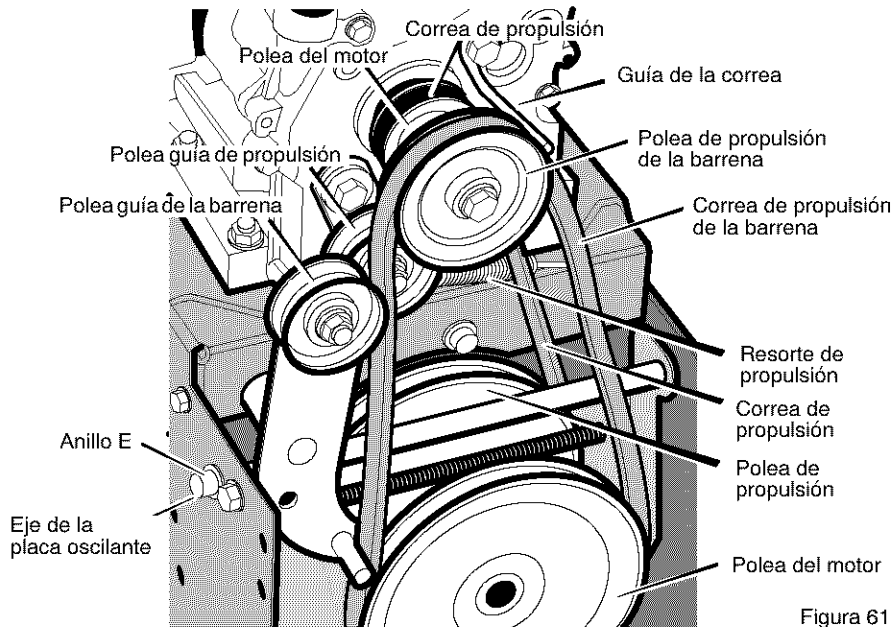

Figura 61
3. Afloje la tuerca de la polea guía de la barrena y mueva esta última hacia la correa un octavo de pulgada aproximadamente (3 mm) (Figura 61).
5. Afloje la guía de la correa. Separe la guía de la polea de propulsión de la barrena (Figura 61).
3. Quite el **anillo e** de uno de los extremos del **eje de la placa oscilante**. Quite este **eje** para que la placa oscilante gire hacia adelante (Figura 61).